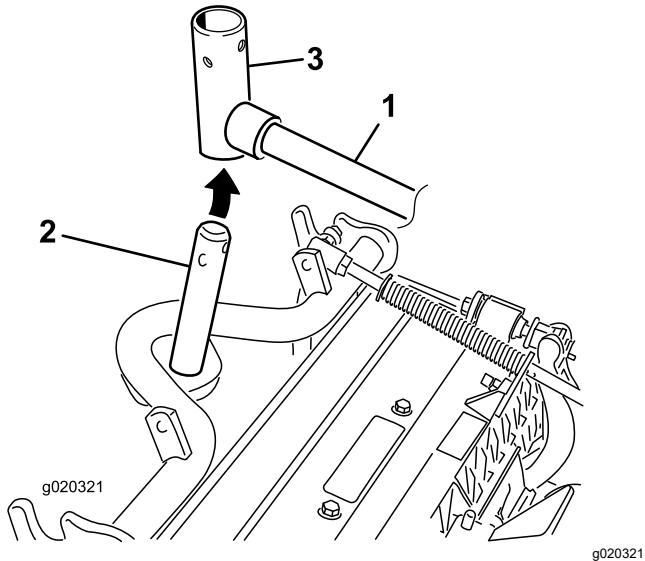

Bild 10
10. Frontmähwerke: Schieben Sie ein Mähwerk unter den Hubarm und schieben Sie gleichzeitig die Trägerrahmenwelle in das Gelenkjoch des Hubarms (**Bild 10**).